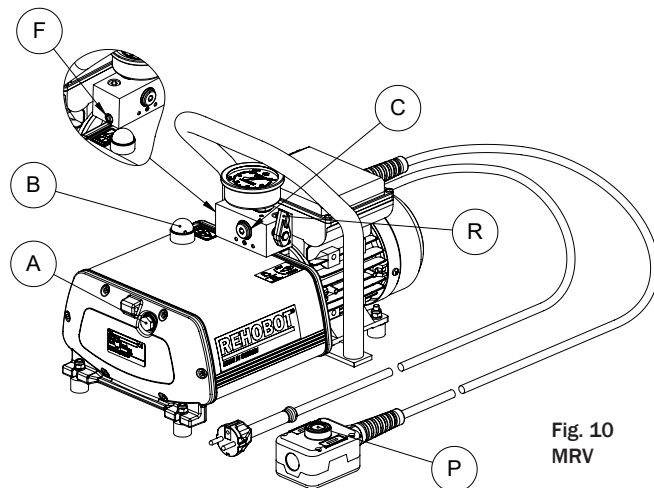
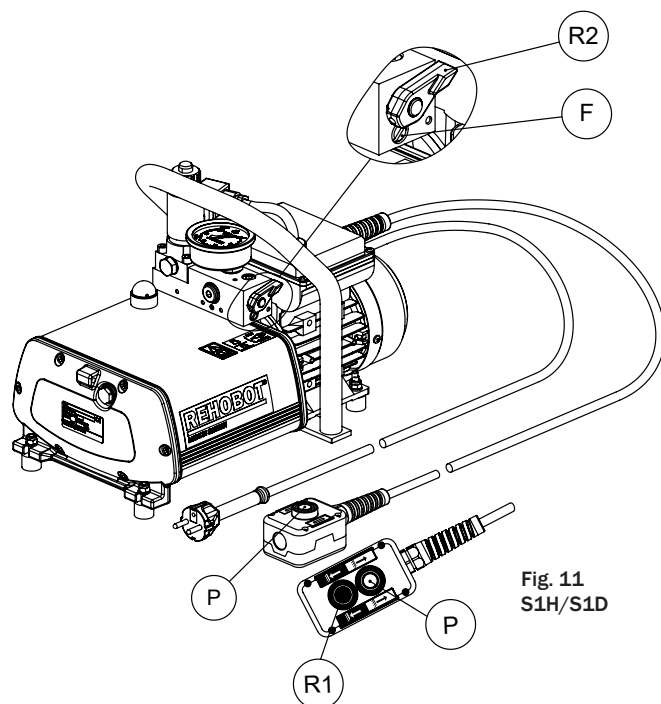

Fig. 10
Fig. 11
- Unscrew the oil filler plug (Fig. 10, item B).
- Fill the oil reservoir through the filler hole until the oil level reaches the centre of the level glass plug (fig. 10 pos. A).
Adjustment of maximum pressure is done by turning the adjustment screw (fig. 10 and fig. 11, pos. F)
Der Öleinfülldeckel verfügt über ein eingebautes Belüftungsventil, um Über- und Unterdruck im Ölbehälter (Abb. 10 Pos. B) zu verhindern.